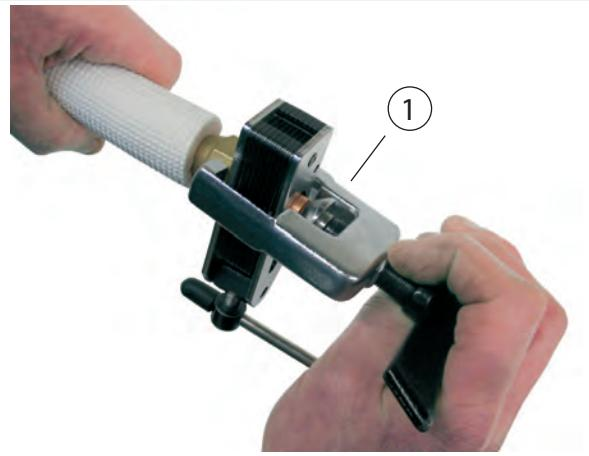
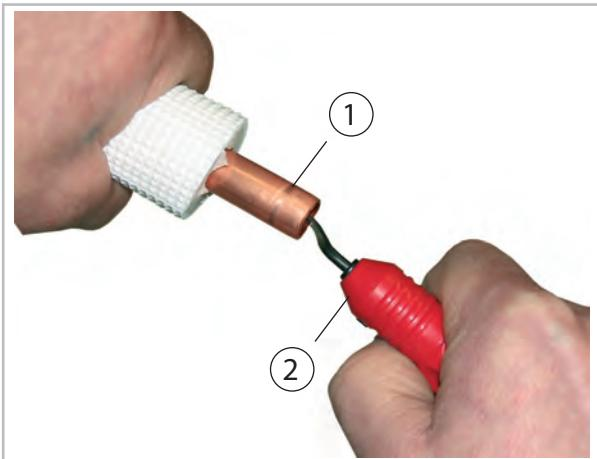

Abb. 20: Bördeln der Kältemittelleitung
Abb. 19: Entgraten der Kältemittelleitung
8. Bearbeiten Sie die verlegten Kältemittelleitungen wie im Folgenden dargestellt (Abb. 19 und Abb. 20).